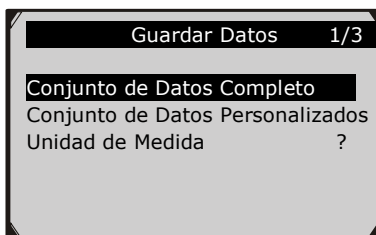

Figura 5.20
- 1) Para grabar datos personalizados, use el botón de desplazamiento **ARRIBA/ABAJO** para seleccionar **Conjunto de Datos Personalizados** desde el menú **Grabar Datos** y presione el botón **OK**. (Figura 5.20)